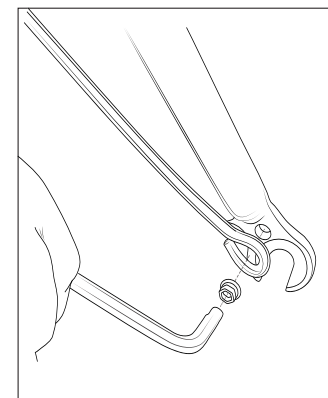

Fig. 11
3. Positionnez les renforts du garde-boue sur les trous de montage des pattes de la fourche. Vous pouvez les comprimer vers l'intérieur car ces renforts sont conçus pour être souples. Enflez partiellement la vis dans le trou d'extrémité du renfort d'aile et dans la patte de fourche - répétez l'opération pour l'autre côté. Lorsque les deux renforts sont partiellement fixés, serrez les vis de renfort pour terminer l'installation (Fig. 11).